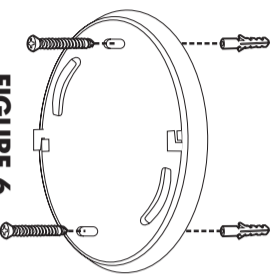

FIGURE 6
- Percer ces 2 trous à l'aide d'une perceuse, puis fixer le support de fixation avec les chevilles et vis fournies (Voir figure 6).